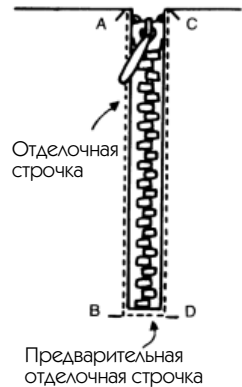

Рис. 284
2. По низу разреза нужно предварительно проложить небольшую отделочную строчку, поскольку если в этом месте будет находиться нижний ограничитель (от А до D, рис. 284), то по тесьме-молнии строчить будет невозможно.